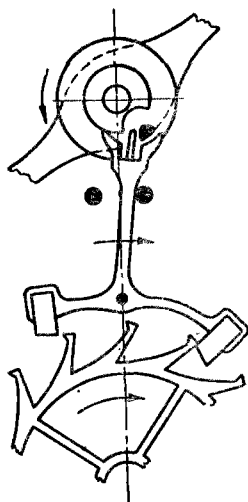

Рис. 115. Додаткова дуга, яку проходить баланс.
**Додаткова дуга.** Так називається вільний коливальний рух, який робить баланс, не зв'язаний з анкерною вилкою (рис. 115). Всю описану роботу вузла анкерного ходу рекомендуємо вивчити практично, користуючись для цього великим механізмом, спочатку без балансу, повільно перекладаючи вилку з одного боку на інший, а потім з балансом і спіраллю.